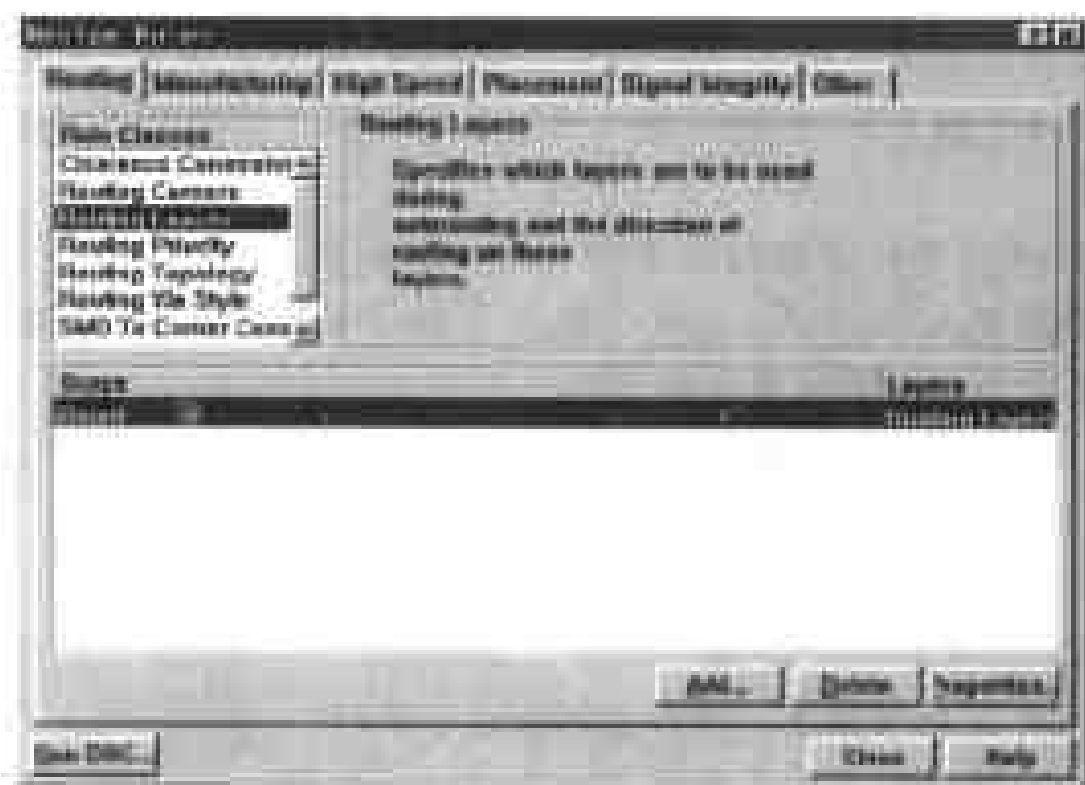

图 9-6 选择 Routing Layers
(1) 选择 Design > Rules,弹出 Design Rules 对话框,在对话框中单击 Routing 标签,显示设置布线设计规则的选项。在对话框的 Rule Classes 列表框中单击 Routing Layers,设置布线板层。
(2) 此时 Design Rules 对话框下部的方框中只有 Scope 和 Layers 两栏,如图 9-6 所示。
(5) 以设计双面板为例,单击 T 选项的下拉列表框,从弹出的下拉列表中选择 Horizontal;单击 B 选项的下拉列表框,从弹出的下拉列表中选择 Vertical;Rule Attributes 选区中的其他 14 个选项均设置为 Not Used。
(6) 设置好此对话框中的各个选项后,单击 OK 命令按钮,返回如图 9-6 所示的对话框,用户定义的设计规则将显示在对话框下部的方框中。